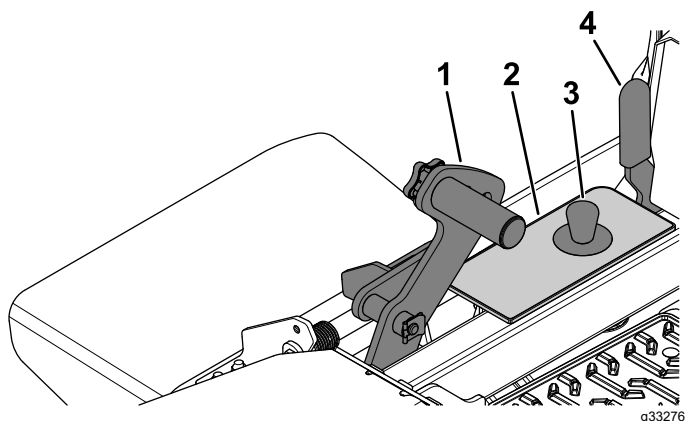

Figura 29
1. Empurre o pedal de elevação da plataforma totalmente para a frente para bloquear a plataforma do cortador na posição TRANSPORTE (também a posição da altura de corte de 140 mm) como se mostra na Figura 29.
2. Para ajustar, remova o pino do suporte da altura de corte (Figura 29).
3. Selecione um orifício, no suporte da altura de corte, que corresponda à altura de corte desejada e insira o pino (Figura 29).